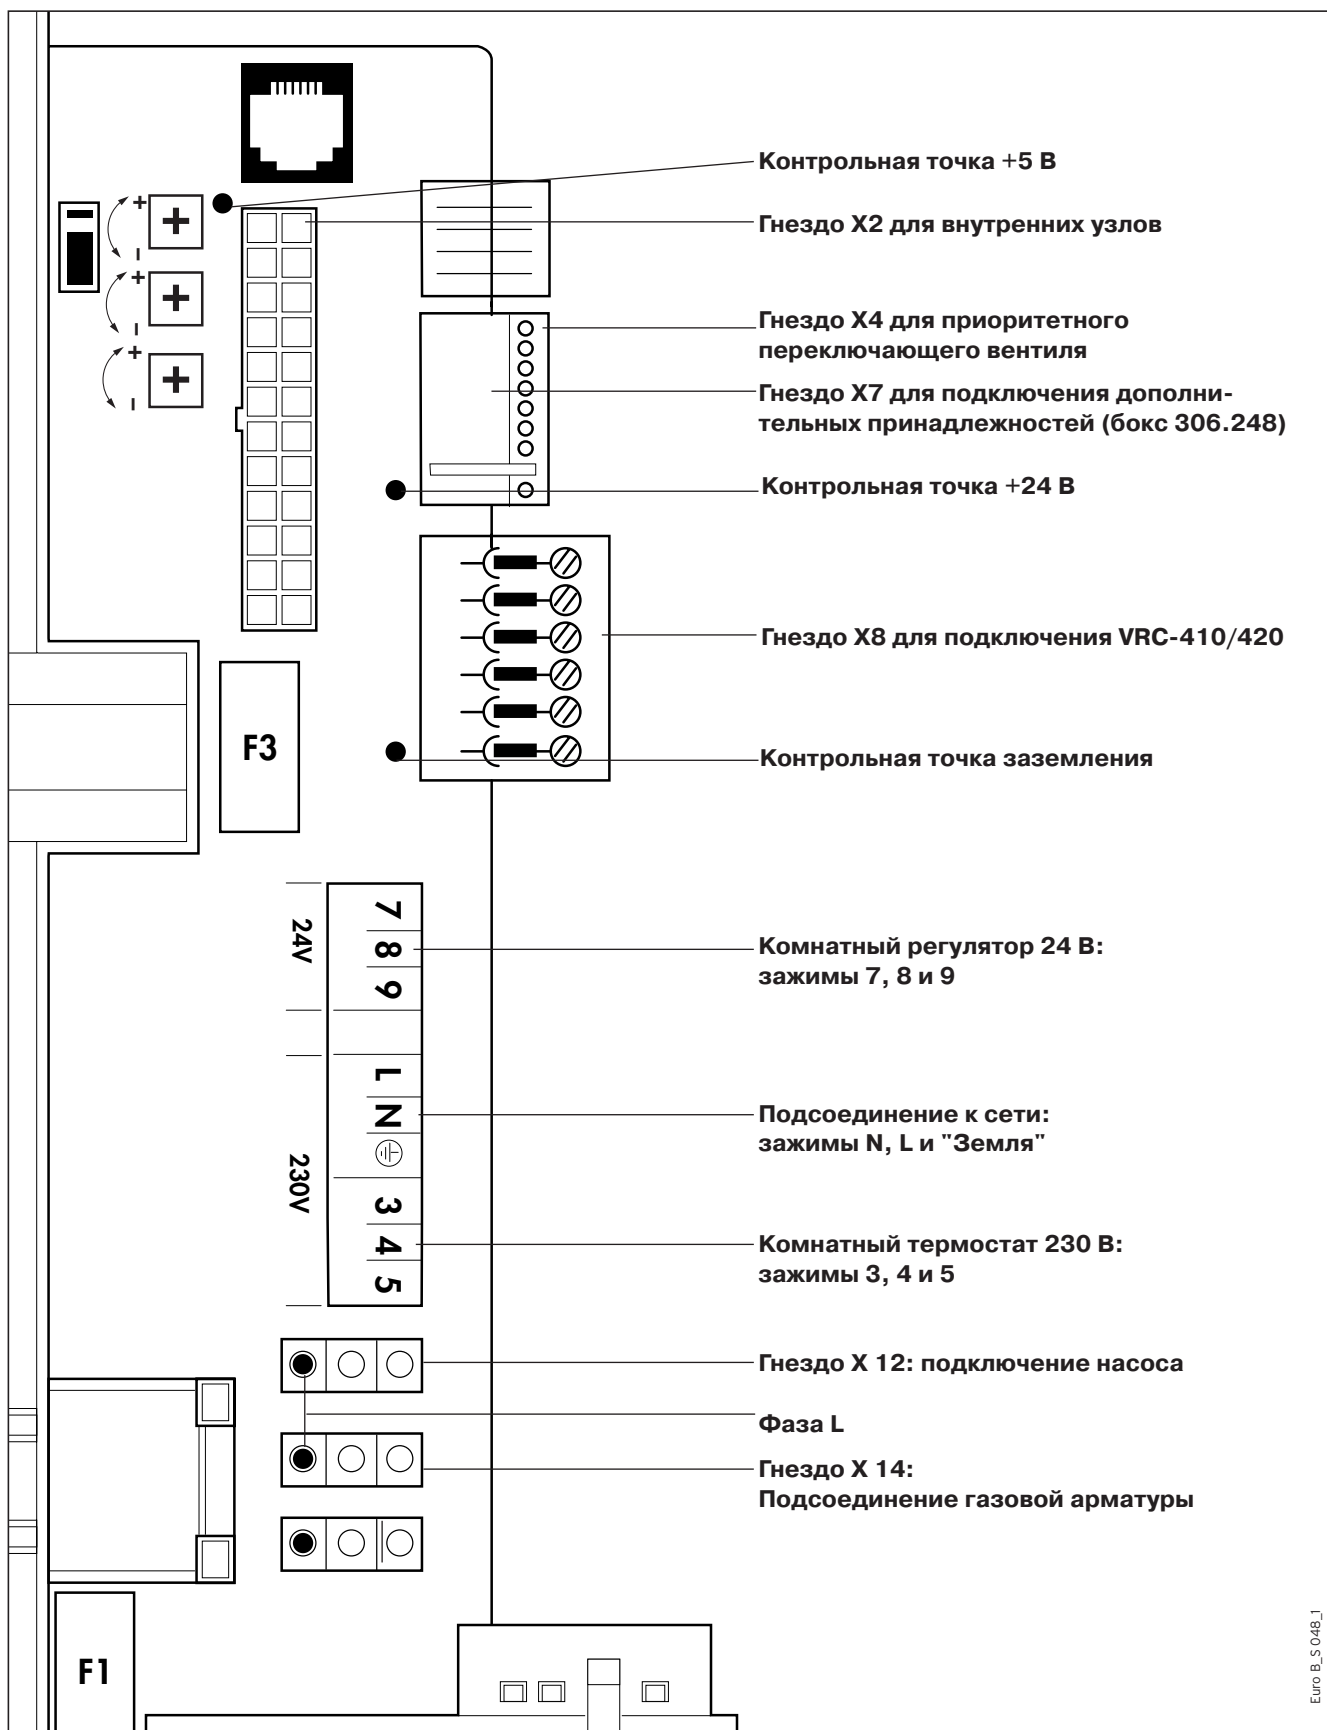

Рис. 3.15 Схема электрических соединений
- Присоедините жилы сетевого кабеля N, L и “Земля” к соответствующим зажимам платы (см. рис. 3.15).
- При необходимости подключите подобным же образом показанные на рис. 3.15, дополнительные принадлежности.